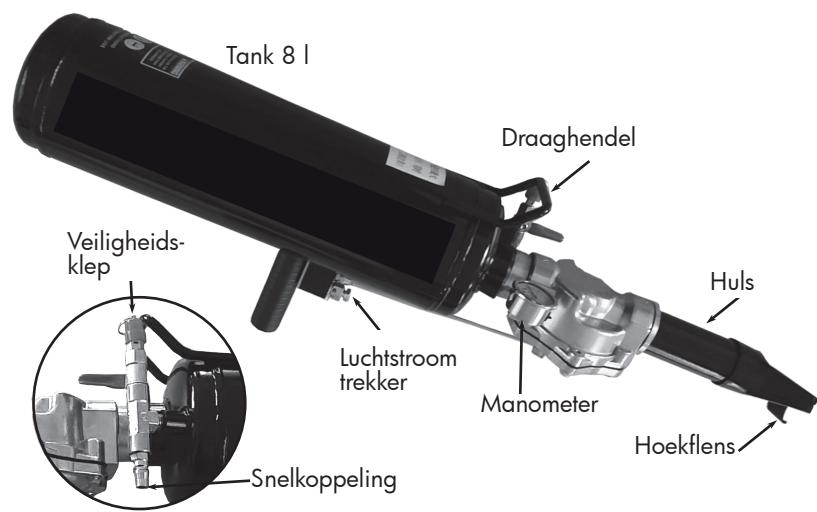

fig.1 (Met wiel in horizontale positie)
1. Monteer een luchtkoppeling, niet meegeleverd, om het beschikbare luchtleidingsysteem aan te passen in de kleine inlaatklep getoond in fig. 1.